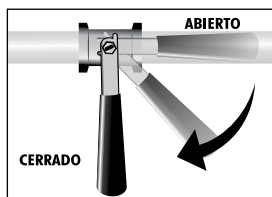

Figura 43
- Cierre el paso de gas de la válvula principal (Ver figura 43).